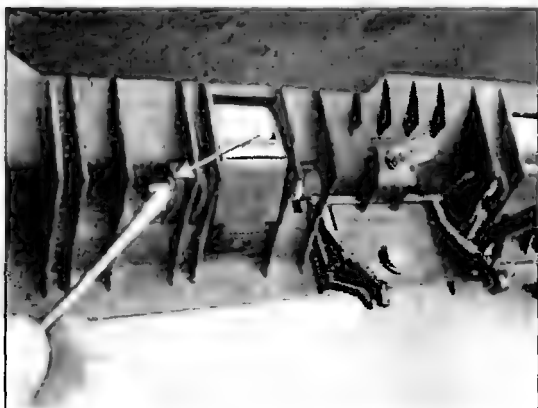

Рис. 8.43
- Еще в основании принтера есть два ролика поворота бумаги. Вынув стопорную шайбу и клипсу (рис. 8.43), снимают ось, на которой они вращаются.